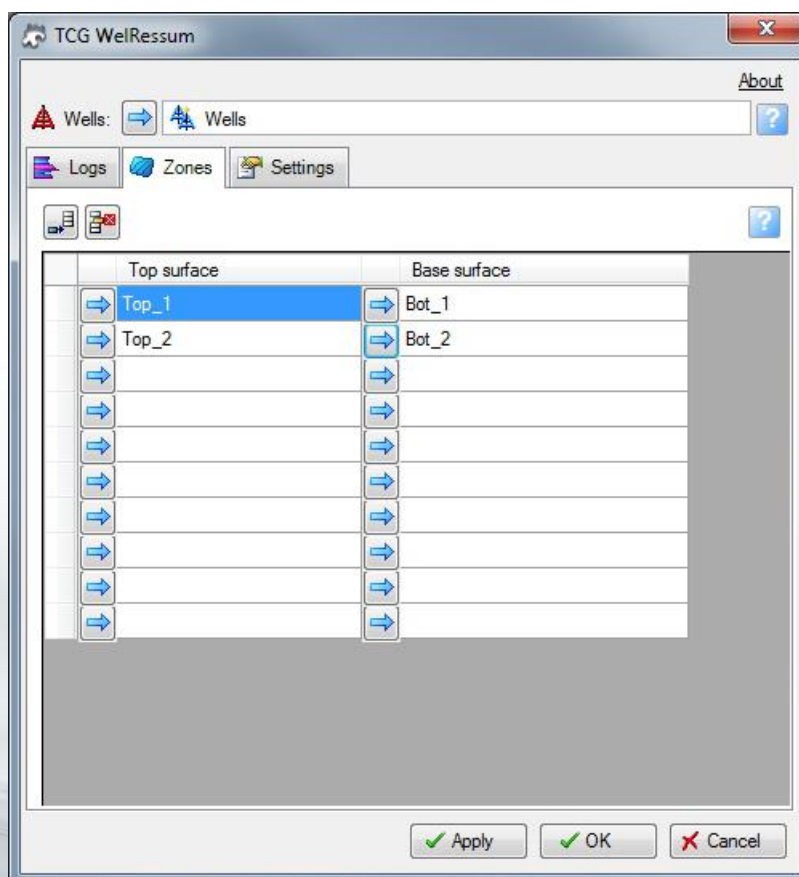

Рисунок 3 – Вкладка Zones
3. На вкладке Zones (рисунок 3) указываются зоны, ограниченные двумя поверхностями top surface и base surface. Поверхности могут быть как структурными так и регулярными. Зона определяется пересечением скважины с поверхностями. Если скважина не полностью вскрывает зону, то программа вычисляет искусственный забой до пересечения последнего с подошвой зоны